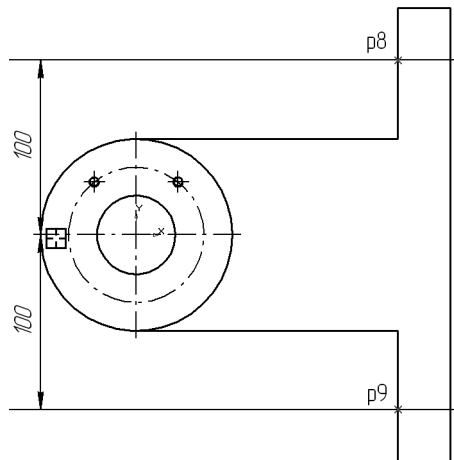

Рис. 51.28. Простановка точек привязки отверстий
- 1.2. Постройте две прямые, параллельные горизонтальной осевой линии окружности, на расстоянии 100 мм с каждой стороны (рис. 51.28).
2.6. Чтобы вставить библиотечные элементы в чертеж, последовательно щелкните в точках р8 и р9 (рис. 51.28).